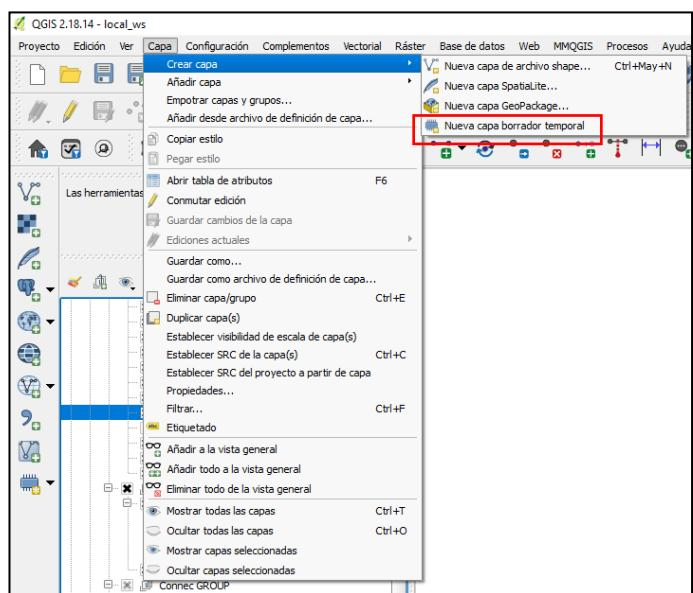

Imagen 90: Desde Capa se puede añadir una nueva capa temporal.
10. El primer paso es el de generar una nueva capa borrador temporal (Imagen 90). Esta debe ser de tipo lineal, con el mismo EPSG que nuestro proyecto. Una vez creada, ponemos la capa en edición y clicamos sobre ‘Añadir objeto espacial’.